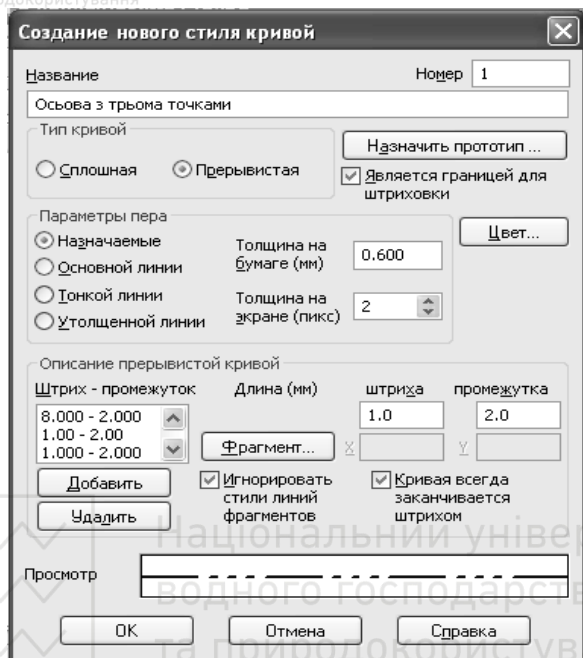

Рис. 8.1. Вікно для створення нового стилю кривої.
**Создать стиль** для відкриття вікна **Создание нового стиля кривой** (рис. 8.1). В даному вікні:
На рис. 8.1 стиль лінії має чотири елементи: один елемент - штрих з проміжком 8 та 2 відповідно і три елементи – штрих з проміжком 1 та 2 відповідно. Для додавання нових елементів необхідно натиснути кнопку **Добавить** та в полі **Длина штриха** відредагувати довжину штриха, а в полі **Длина промежутка** відредагувати довжину проміжку. Після завершення редагування стилю ліній натискають кнопку **Ок** і створений стиль ліній буде доступним в поточному документі.
Вибір фрагментів виконується при налаштуванні стилю лінії - у групі **Описание прерывистой кривой** діалогу створення та редагування стилю лінії (рис. 8.1). Фрагменти можна включати тільки в переривчасту криву.